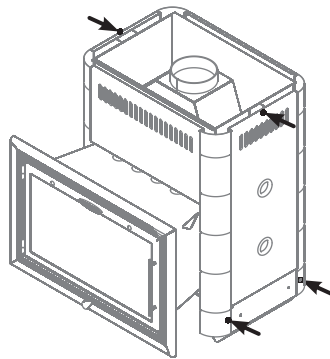

Рисунок 6. Демонтаж конвектора печи «Витрувия II»
2. Снять конвектор, открутив 6 саморезов (рисунок 6);